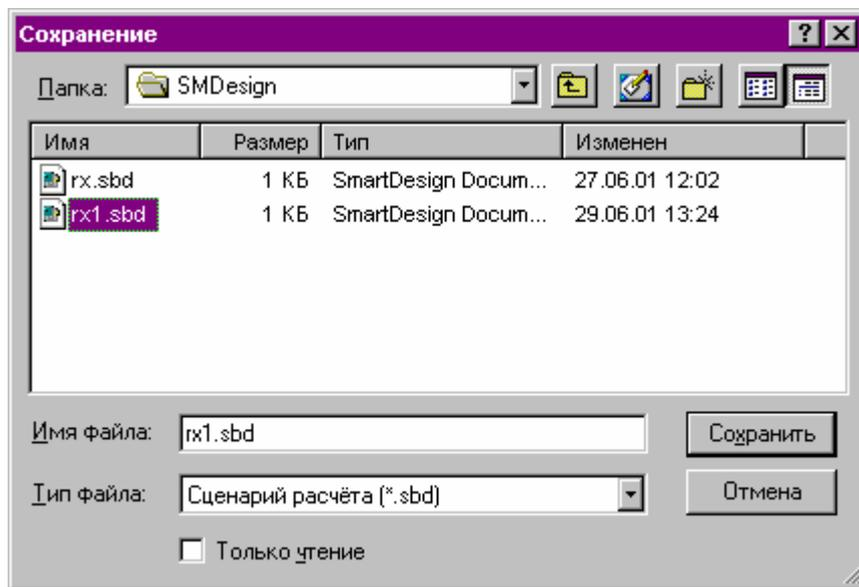

рис. 6
2.1.3.1.3. Команда «Сохранить» сохраняет исходные данные для расчёта в файле сценария. Выполнение этой программы вызывает стандартный диалог сохранения файла (рис. 6).